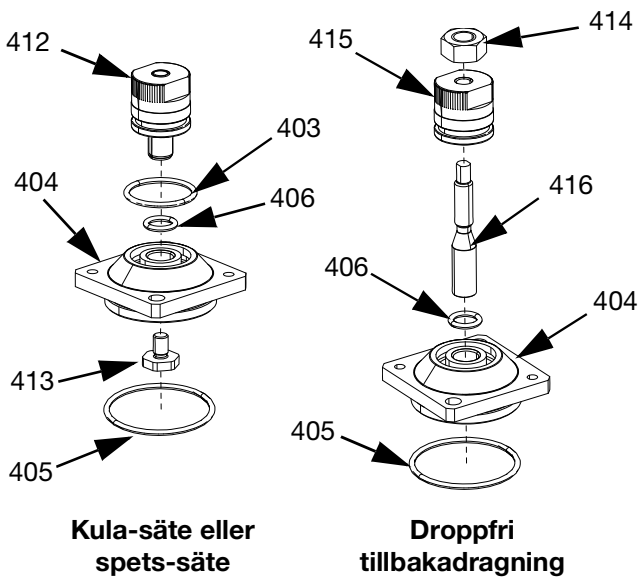
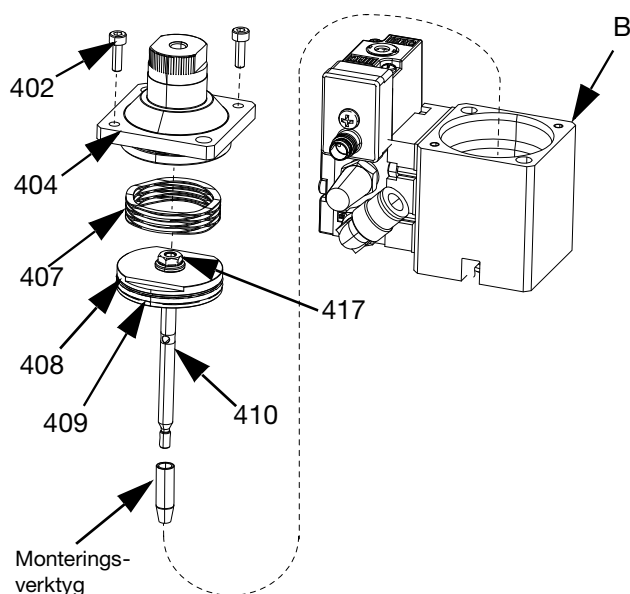

FIG. 21
FIG. 22
1. Montering av luftcylinderlocket (404) på ventiler med kula-säte eller spets-säte:
- a. Sätt på o-ringen (403) på vredet (412). Sätt i o-ringen (406) i luftcylinderlocket (404). Se FIG. 21.
- b. Fetta in o-ringen (403) på vredet (412) och skruva in det i luftcylinderlocket (404). Se FIG. 21.
- c. Stryk på medföljande blått anaerobiskt lim på justeringsstoppgängorna (413) och skruva in det i vredet (412). Dra åt till moment 0,9-1,2 N•m (8-10 tum-lb). Se FIG. 21.
2. Montering av luftcylinderlocket (404) på ventiler med kula-säte eller spets-säte:
- a. Sätt i o-ringen (406) i luftcylinderlocket (404). Sätt i stångadaptorn (416) i luftcylinderlocket (404). Se FIG. 21.
- b. Sätt på o-ringen (405) på luftcylinderlocket (404). Se FIG. 21.
- c. Skruva på vredet (415) och låsmuttern (414) på stångadaptorn (416). Se FIG. 21.
3. Montering av luftsektionen (B) på ventiler med kula-säte eller spets-säte:
- a. Byt ut kolv-o-ringen (408) om den är repad, avskuren eller sliten. Se FIG. 22.
- b. Sätt på monteringsverktyget på spetsen på kolvstången (410) och sätt sedan i den i luftsektionen (B). Se FIG. 22.
- d. Sätt på fjädern (407) överst på kolven (409). Se FIG. 22. Sätt tillbaka luftcylinderlocket (404) och skruva i skruvarna (402). Tryck ned på luftcylinderlocket (404) så att fjädern trycks ihop (407). Dra åt till moment 0,9-1,12 N•m (8-10 tum-lb).